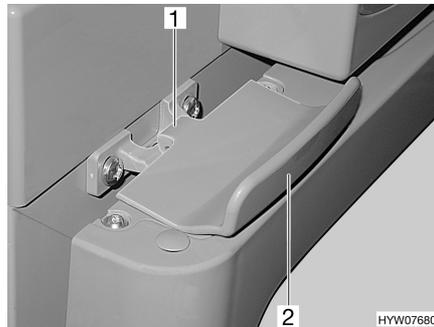

Bild 94 Verriegelung der Kühlschrankschranktür, geschlossen (Thetford)
**Öffnen:** ■ Kühlschrankschranktür am Griff (Bild 94,2) öffnen. Die Verriegelung (Bild 94,1) wird automatisch gelöst.